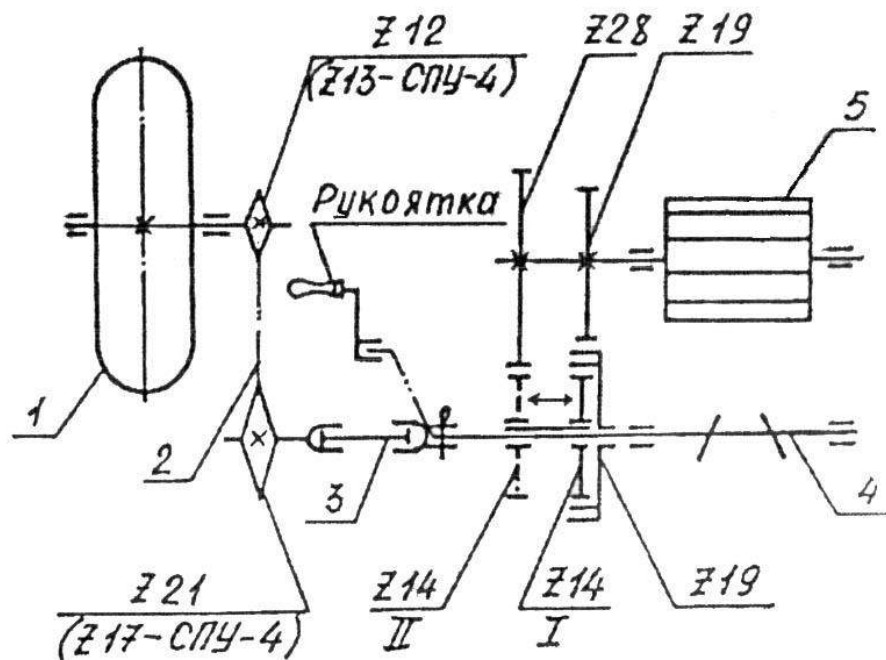

Рис. 6. Схема кинематическая привода высевающего аппарата:
2.6 Механизм привода высевающего аппарата включает: опорно-приводное колесо 1 (рис. 6), цепную передачу 2, кардан 3 и зубчатый редуктор. Шестерня Z14 подвижна и вводится в зацепление с шестерней Z19 (положение I –нормальный высев) или с шестерней Z28 (положение II –малый высев), что позволяет изменять частоту вращения катушки.